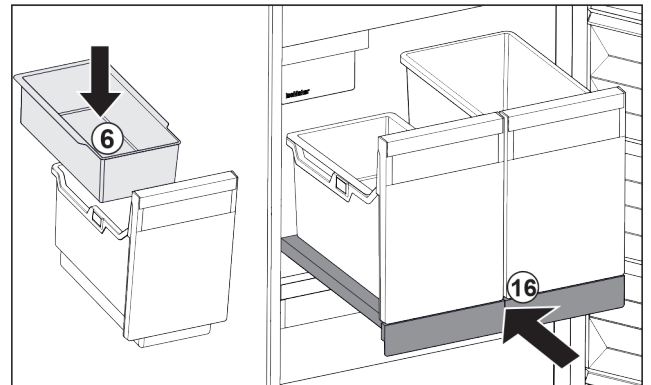

Fig. 25
- ▶ Einhängeschale Fig. 25 (6) für Eiskwürfel einsetzen.
- ▶ Auszugsbord mit Behälter (IceTower) einschieben. Fig. 25 (16)